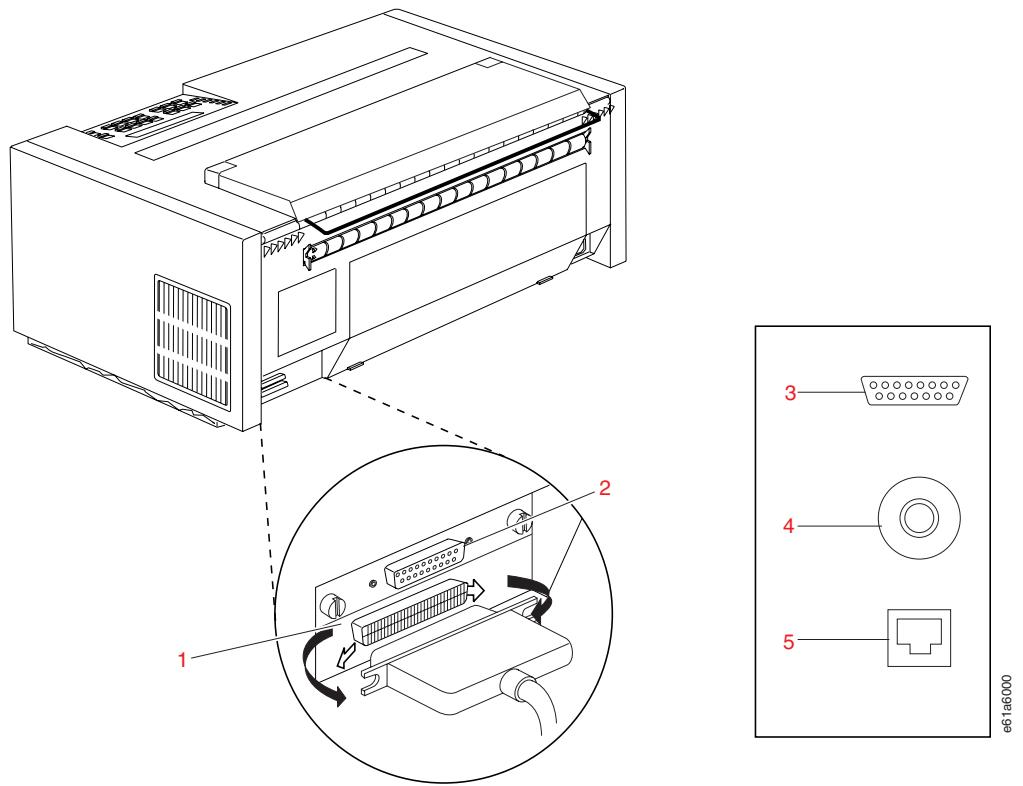

図5. コネクター・タイプ - プリンターの背面
- プリンターの接続機構カードを識別するには、接続機構カードのプラグを9ページの図5と表1とを比較します。